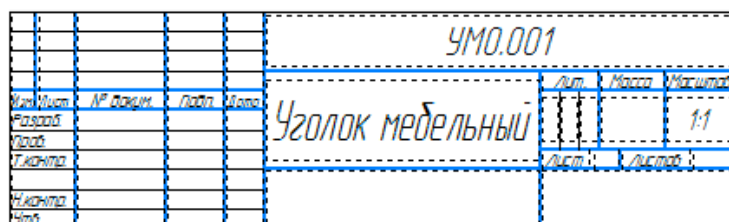

Рисунок 3.4 – Заполнение основной надписи
- В графу Наименование введите наименование детали - Уголок мебельный (рисунок 3.4).